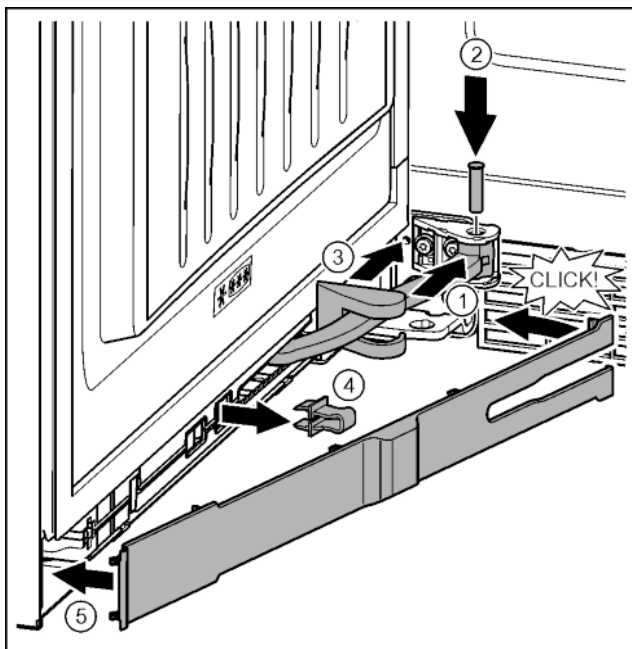

Fig. 36
- ▶ Gelenk in Aufhängung drehen. Fig. 36 (1)
- ▶ Bolzen mit einem Schraubendreher T15 in Aufhängung und Gelenk einsetzen. Dabei darauf achten, dass der Rastnocken korrekt in der Nut sitzt. Fig. 36 (2)
- ▶ Lagerbockabdeckung entlang des Gelenks schieben und über der Aufhängung montieren. Fig. 36 (3)
- ▶ Sicherung abnehmen. Fig. 36 (4)
- ▶ Blende griffseitig ansetzen und einschwenken. Fig. 36 (5)